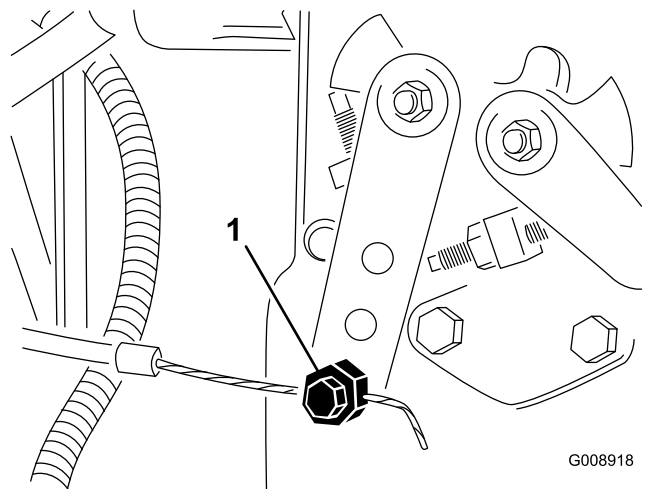

Figure 86
4. Desserrez le connecteur du câble d'accélérateur sur le bras du levier de la pompe d'injection (Figure 86).